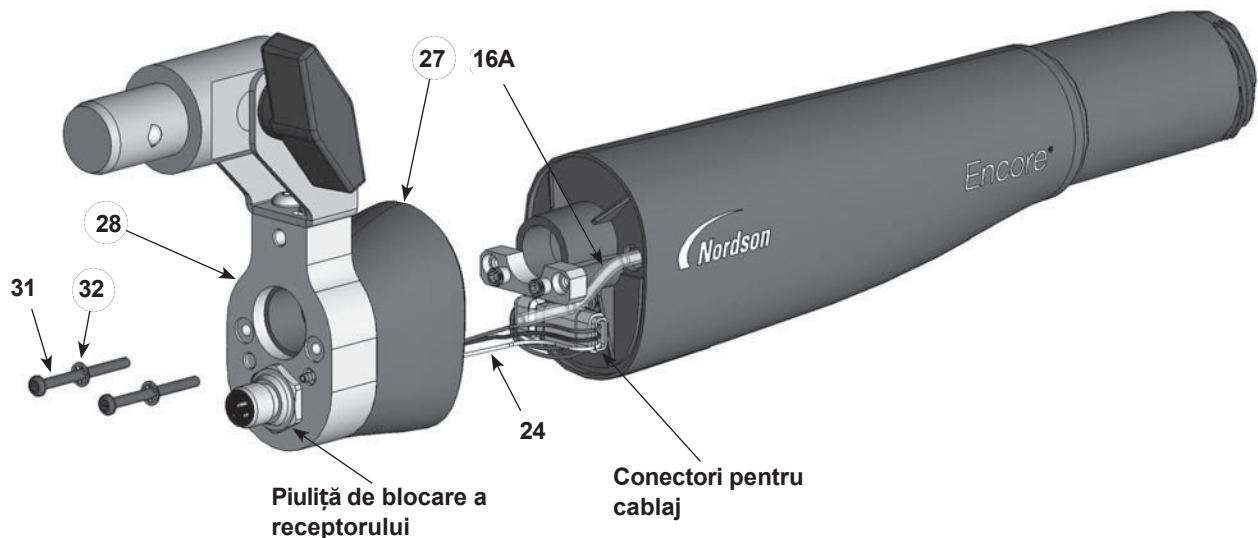

Figura 7-2 Demontarea pistolului – Înlocuirea tubului de pulbere
3. Consultați figura 7-2. Deșurubați și îndepărtați cele două șuruburi cu cap tubular (31) și șaibele de blocare cu dinți interiori (32) de pe capacul terminal (28).
- c. A se vedea figura 7-2. Deșurubați piulița de blocare a receptorului, apoi scoateți receptorul și cablajul din capacul terminal.
17. A se vedea figura 7-2. Instalați capacul de capăt și ansamblul corpului pistolului din spate pe corpul pistolului, având grijă să nu ciupiți cablurile cablajului.